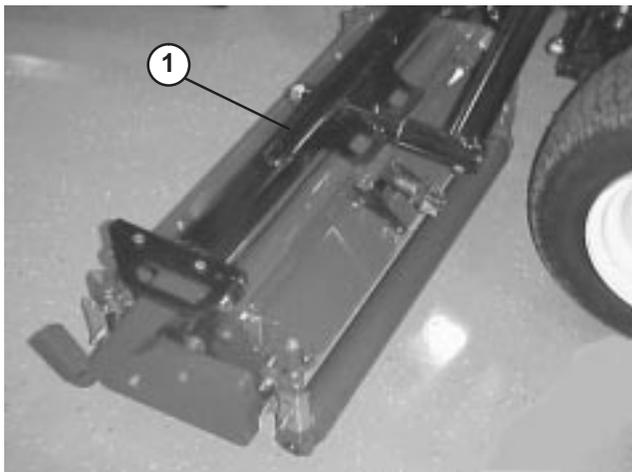
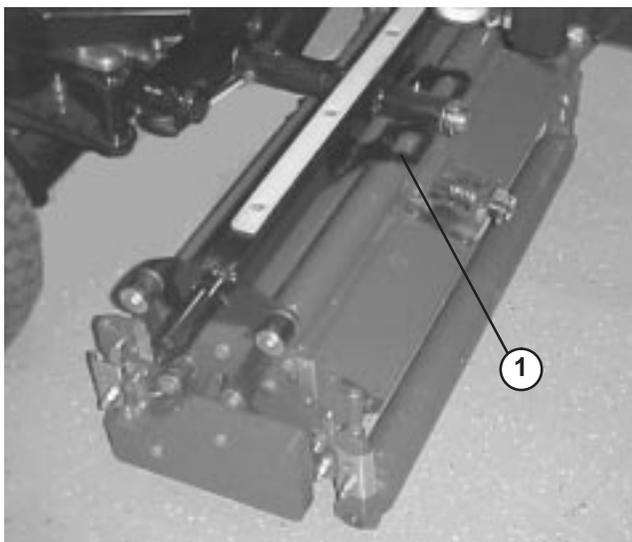
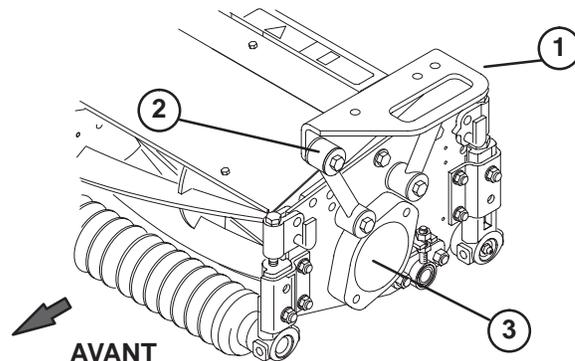

Figure 16
Figure 17
Figure 18
Remarque : Quand les bras de levage sont élevés au maximum, les flexibles doivent être acheminés comme illustré à la Figure 18 et se trouver à 1–3 mm du bras de levage.
2. Placez un bâti porteur avant (Fig. 16) sur chaque plateau de coupe avant. Alignez les trous de montage avec les biellettes de montage comme illustré à la Figure 18.
3. Positionnez le bâti porteur arrière (Fig. 17) sur le plateau de coupe arrière, et alignez les trous de montage avec les biellettes de montage comme illustré à la Figure 18.
4. Fixez chaque biellette au bâti porteur avec une vis d'assemblage (3/8-16 x 2-1/4 pouce), (2) rondelles plates et un contre-écrou, comme illustré à la Figure 18. Placez une rondelle de chaque côté de la biellette lors du montage. Serrez à 42 Nm.
3. Enlevez l'obturateur de transport des logements de roulements sur les plateaux de coupe restants (Fig. 18).